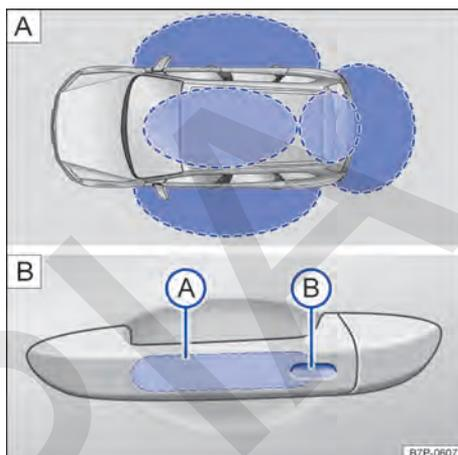

Fig. 65 Sistema de cierre y arranque sin llave "Keyless Access": **A** Zonas de proximidad. **B** Superficies sensoras del cierre centralizado.
El sistema "Keyless Access" permite el desbloqueo y bloqueo del vehículo sin la utilización activa de la llave. Para ello tiene que haber una llave del vehículo válida en la zona de proximidad de este → fig. 65 **A**. Al tocar las superficies sensoras de las manillas de las puertas delanteras o al accionar el pulsador situado en el portón del maletero → pág. 95 se desbloquea o bloquea el vehículo o el portón del maletero → .
- Toque la superficie sensora → fig. 65 (A) situada en el lado interior de la manilla de la puerta del conductor o del acompañante.
- Toque *una vez* la superficie sensora → fig. 65 (B) situada en el lado exterior de la manilla de la puerta del conductor o del acompañante.
Cuando el vehículo está bloqueado, el portón del maletero se desbloquea automáticamente al abrirlo mediante el pulsador de su asidero si en su zona de proximidad → fig. 65 (A) se encuentra una llave del vehículo válida.